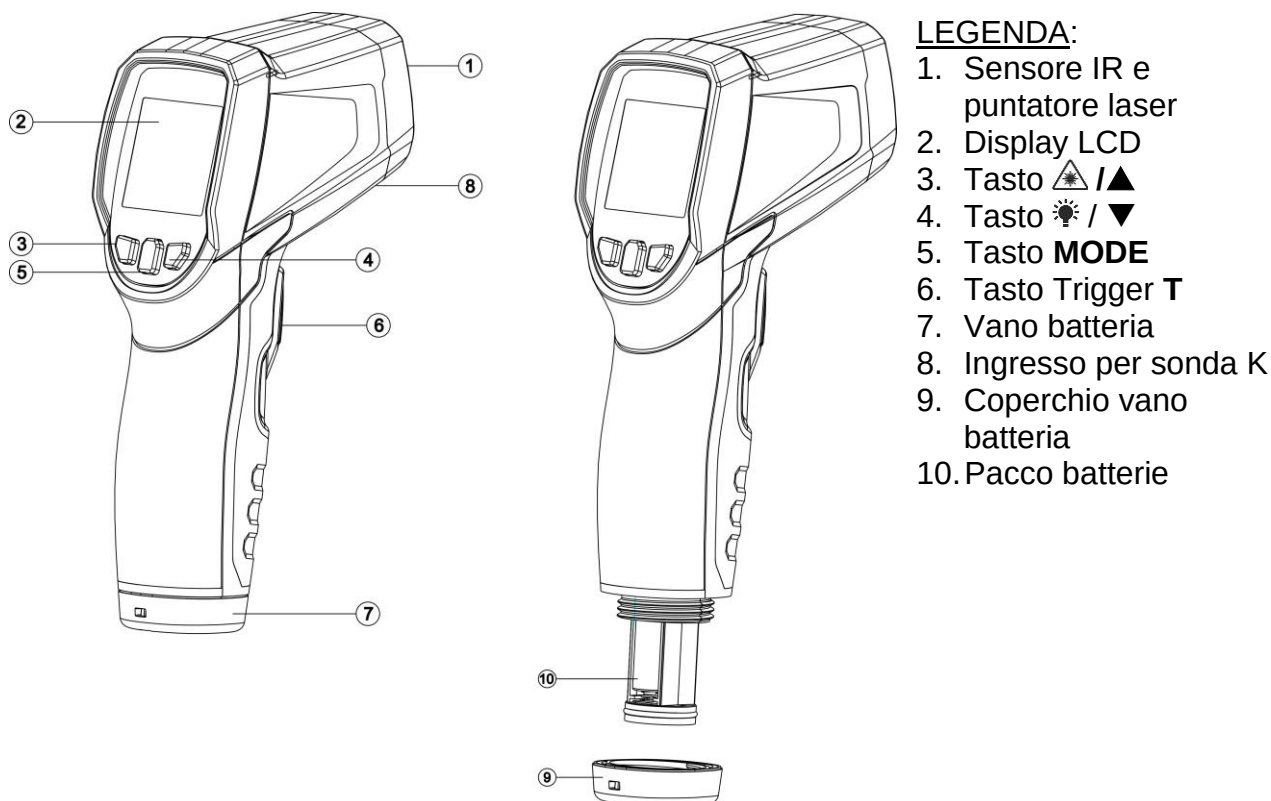
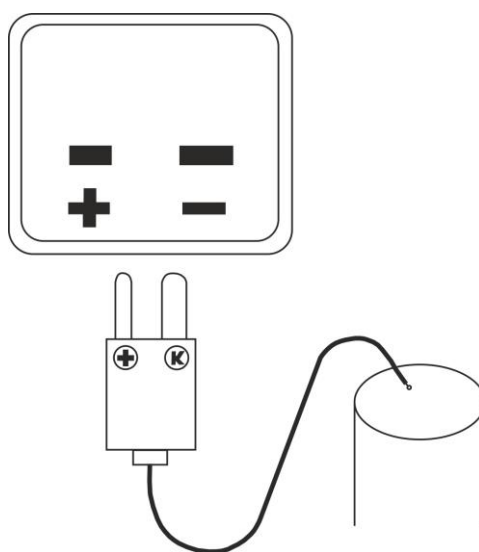

Fig. 1: Descrizione dello strumento
Fig. 5: Inserimento sonda tipo K sullo strumento
Il tasto Trigger **T** (vedere Fig. 1 – parte 6) consente:
1. Aprire il coperchio di protezione del terminale di ingresso (vedere Fig. 1 – parte 8) e inserire la sonda di tipo K rispettando le polarità indicate (vedere Fig. 5)
1. Svitare il coperchio del vano batteria (vedere Fig. 1 – parte 9) ed estrarre il pacco batterie (vedere Fig. 1 – parte 10)